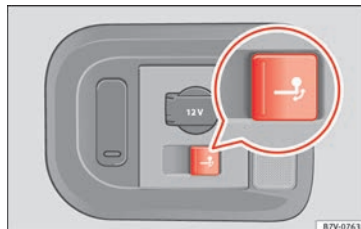

Fig. 229 Côté droit du coffre à bagages : touche permettant de basculer la boule d'attelage électriquement.
- Tirez brièvement sur la touche » » fig. 229. La boule sera déverrouillée électriquement et
- Tirez brièvement sur la touche » fig. 229. La boule d'attelage se déverrouillera électriquement ; le témoin de la touche clignotera.